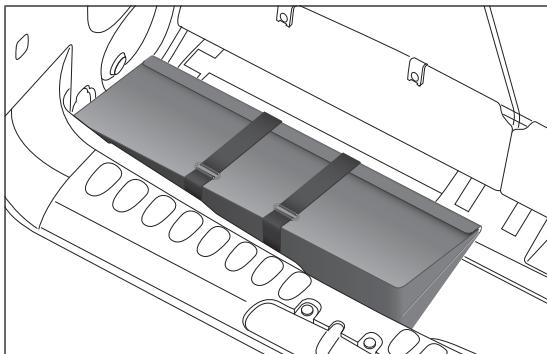

fig. 27
- Versioni 7 posti*: aprire il bagagliaio e prendere la borsa portattrezzi fig. 27;